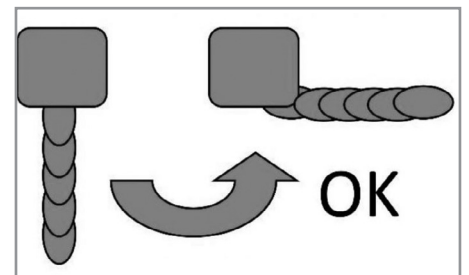

Fig.3
8. Fig.3 - Rope Placement
8. Fig.3 - Placement de la corde
8. Fig.3 - Austausch des Seils